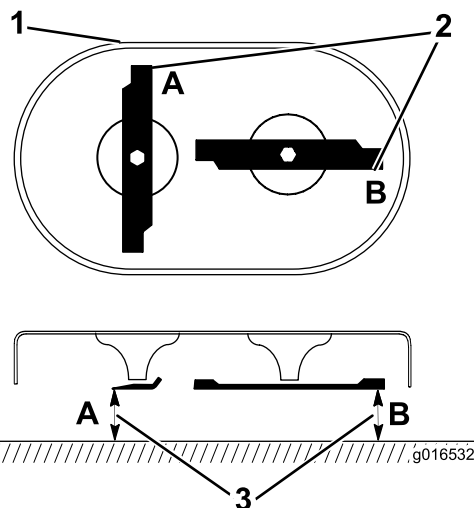

Figura 35
1. Rotii lamele până când sunt poziționate așa cum este indicat în Figura 35.
2. Măsurai de la o suprafață orizontală la marginile de tăiere de la locațiile A și B, (Figura 35) și notați ambele dimensiuni.